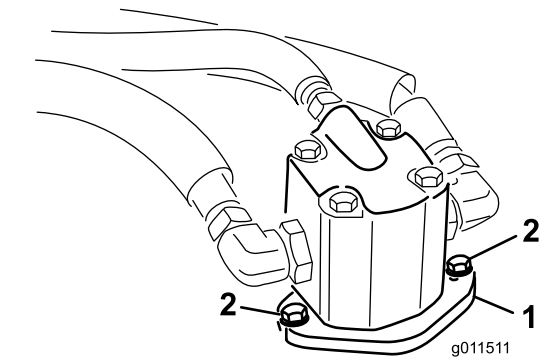

Bild 70
4. Entfernen Sie die Schrauben, mit denen der Hydraulikmotor am Mähwerk befestigt ist (Bild 70). Heben Sie den Motor vom Mähwerk ab und legen ihn auf die Oberseite des Mähwerks.